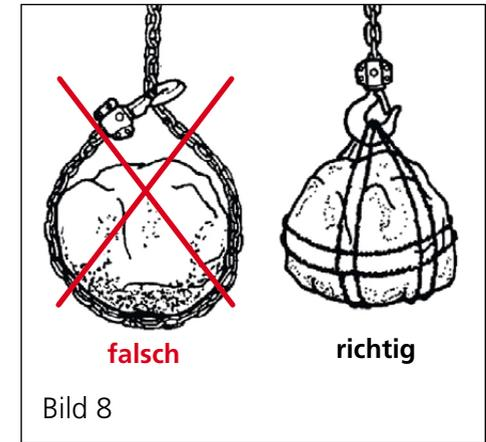

Bild 8
- Haken Sie die Last beim Heben mit Schlingen ein. Verwenden Sie die Kette des Hebelzuges nicht als Schlinge (Abbildung 8).